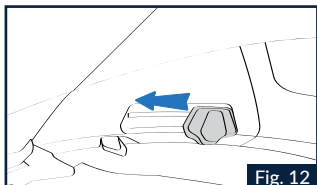

Fig. 12
1.1 Um das VPS zu aktivieren, den Schieber wie in Abb.12 dargestellt betätigen, bis das Einrasten zu hören ist, womit bestätigt wird, dass sich das VPS in der gewünschten Stellung befindet. Das VPS ist mit einer ganzen Reihe von Zwischenpositionen einstellbar, um einen optimalen Komfort des
3.1. Das Kinnenteil des Helms öffnen und das VPS vollständig absenken (siehe vorherige Anweisungen). (Abb.12).
bewegen (siehe vorherige Anweisungen) (Abb.12).